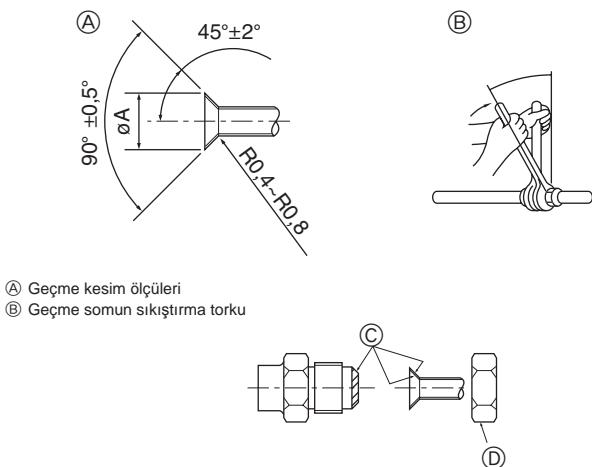

Fig. 4-1
4.2. Boruların bağlanması (Fig. 4-1)
Ⓐ (Fig. 4-1)
Ⓑ (Fig. 4-1)